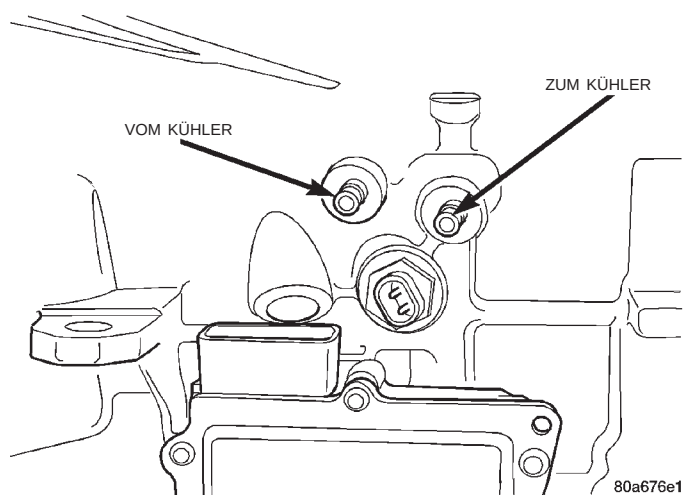

Abb. 7 Lage der Kühlerleitungen
(2) Verschlußstopfen wieder auf das Kühlerspülgerät 6906 setzen.
(3) Prüfen, ob sich der Hauptschalter der Pumpe in Stellung OFF befindet. Die rote Krokodilklemme am Pluspol (+) und die schwarze Krokodilklemme am Minuspol (-) der Batterie anschließen.
(4) Kühlerleitungen am Getriebe lösen (Abb. 7).
(1) Kühlerleitungen am Getriebe lösen.
(2) Kühler entgegen der normalen Durchflußrichtung mit einer handbetätigten, mit Waschbenzin gefüllten Saugbecherpistole durchspülen. Hierzu Waschbenzin in die **vom Kühler** kommende Kühlerleitung einleiten (Abb. 7). Das aus der Leitung **zum Kühler** austretende Waschbenzin auffangen. Flüssigkeit auf mitgeführte Fremdkörper prüfen. Spülvorgang so lange fortsetzen, bis die aus der Kühlerleitung austretende Flüssigkeit vollkommen klar ist und keinerlei Fremdkörper mehr enthält.